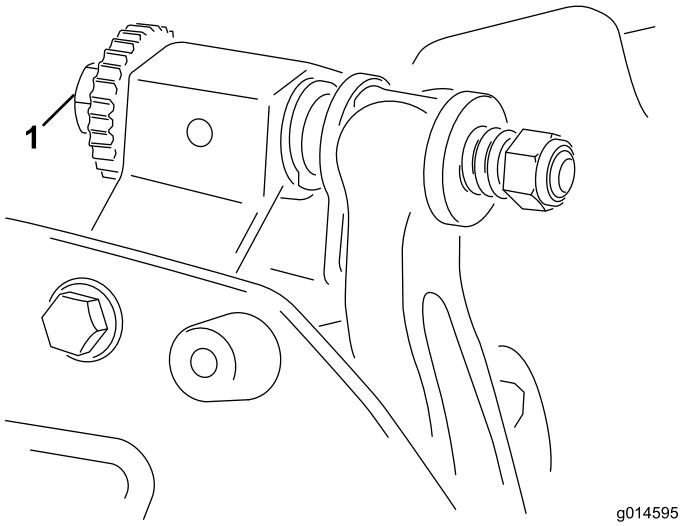

Figura 9
- A. Ruotate le viti di regolazione della barra di appoggio in senso orario (Figura 9),
6. Ruotate la vite di regolazione della barra di appoggio destra (Figura 9) fino a quando non sentite una leggera pressione sullo spessore facendolo scorrere da lato a lato. Rimuovete lo spessore.